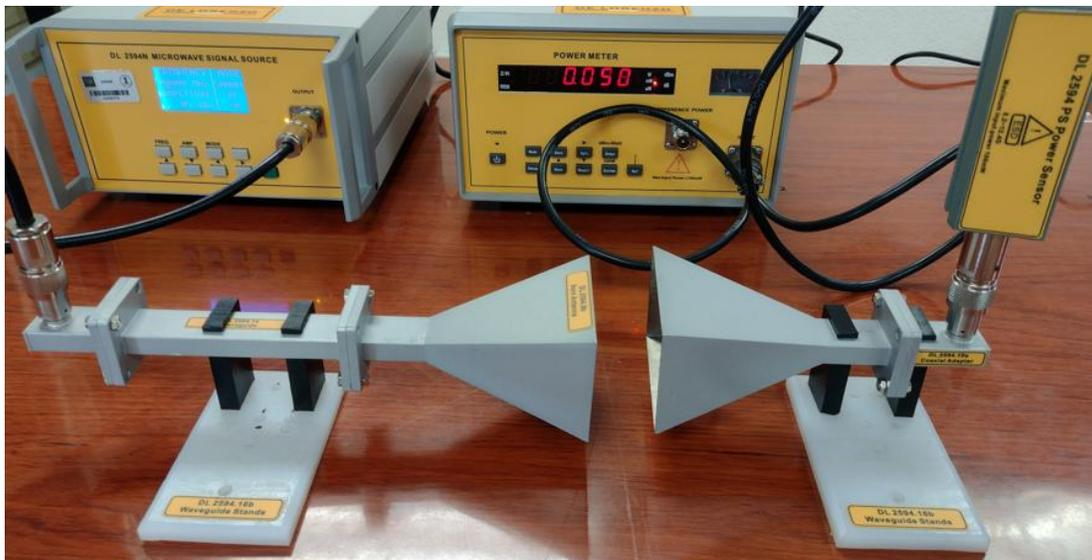

Figura 10.2 Vista de las Antenas de Bocina
7. Monte el equipo de microondas tal y como se muestra en el diagrama a bloques de la figura 10.2. Una vez armado el arreglo de guía de onda, encender el generador de microondas y el osciloscopio.